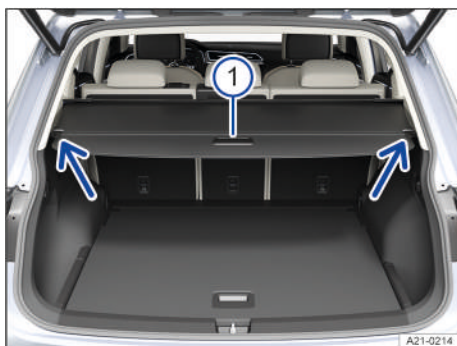

Fig. 198 En el maletero: abrir la cubierta del maletero (representación esquemática).
1. Tire hacia atrás de la cubierta, por el asidero → **fig. 198** ①, y desengánchela hacia arriba de los soportes laterales (flechas).
1. Tire de la cubierta hacia atrás, por el asidero → **fig. 198** ①, y engánchela en el anclaje (flechas).